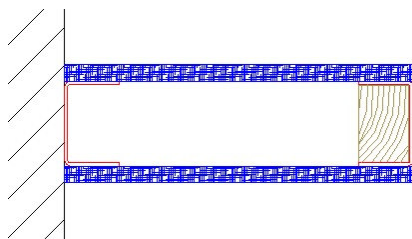

Figura 2
2.3 Le porte **FM30** possono essere posate, grazie al test secondo la norma 1634-1, su falsotelaio in legno, su muratura o su cartongesso. Il falsotelaio deve essere ben agganciato al supporto ed in particolare sulle normali pareti in cartongesso devono essere presi particolari accorgimenti quale l'inserimento di montanti e traversi in legno massiccio aggiuntivi aventi uno spessore di almeno 45 mm ed una profondità tale da coprire tutta l'area (vedi figura 2). In ogni caso le pareti vanno eseguite in conformità alle norme vigenti. San.Co. non provvede in nessun caso alla predisposizione dei rinforzi delle murature.